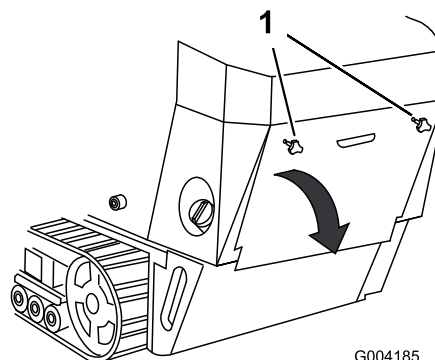

Рисунок 25
1. Выверните 2 маховичка, которые крепят заднюю крышку доступа к машине (Рисунок 25).
2. Для того чтобы получить доступ к внутренним компонентам, наклоните заднюю крышку доступа и снимите ее (Рисунок 25).